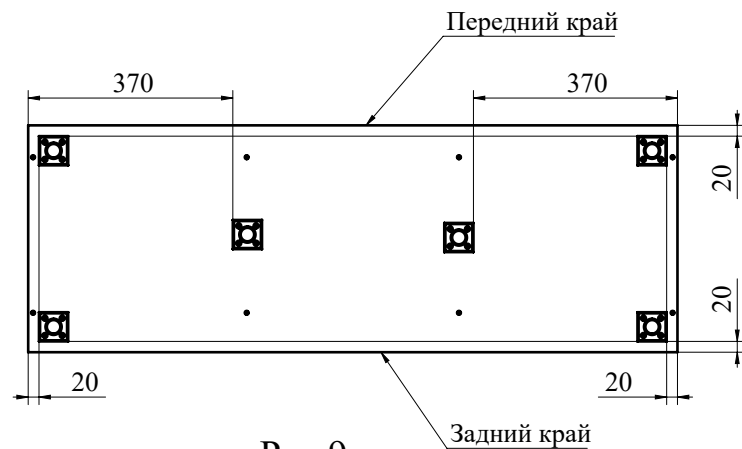

Рис.9
8. Прикрутите при помощи шурупов 3,5х16 опоры к детали 6 (Рис. 9).